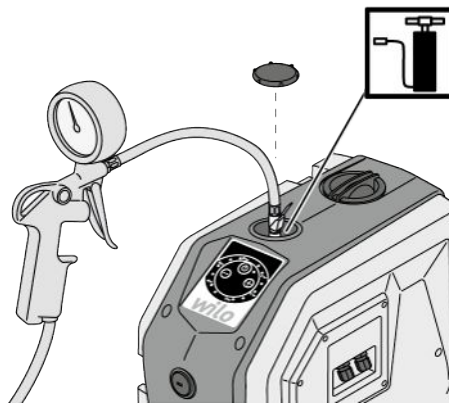
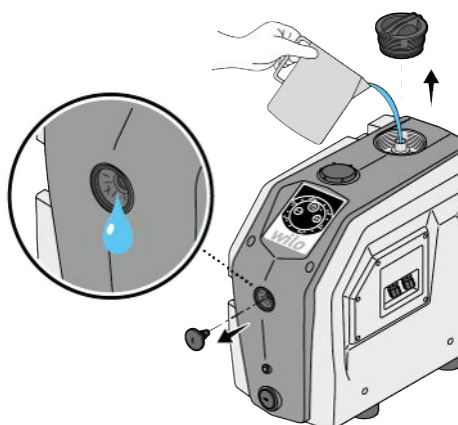

Fig. 7: Kalvopaisuntasäiliön täyttö
Fig. 10: Täyttö
- Sulje sulkuventtiilit (Fig. 7, pos. 1, 2) imu- ja painepuolella.
1. Jos tuote on asennettu imutilassa (Fig. 7), paina ohjauspainiketta "+" ja "-" samanaikaisesti 5 sekunnin ajan (Fig. 10).